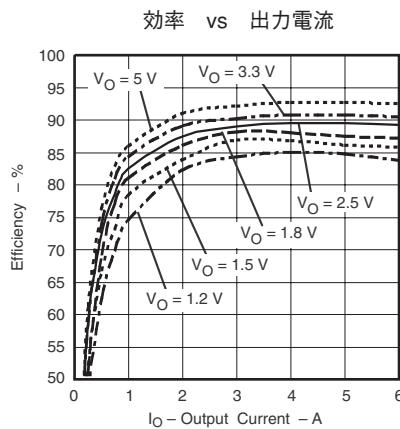
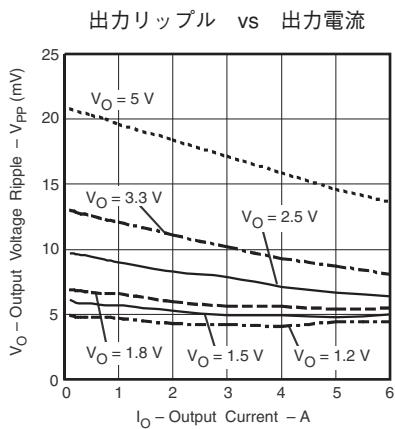
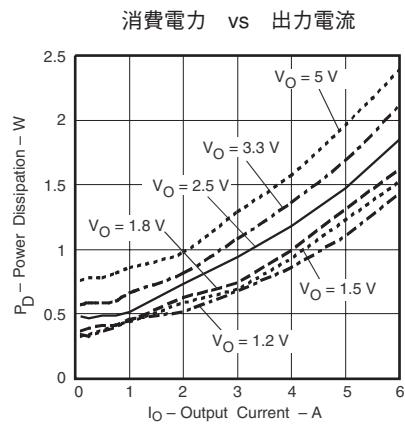

図 1
図 2
図 3
- (1) 電気的特性データは、 $25^\circ\text{C}$ でテストした実際の製品から求めたものです。このデータは、コンバータの代表データと考えられます。図1、図2、および図3にに対して適用されます。